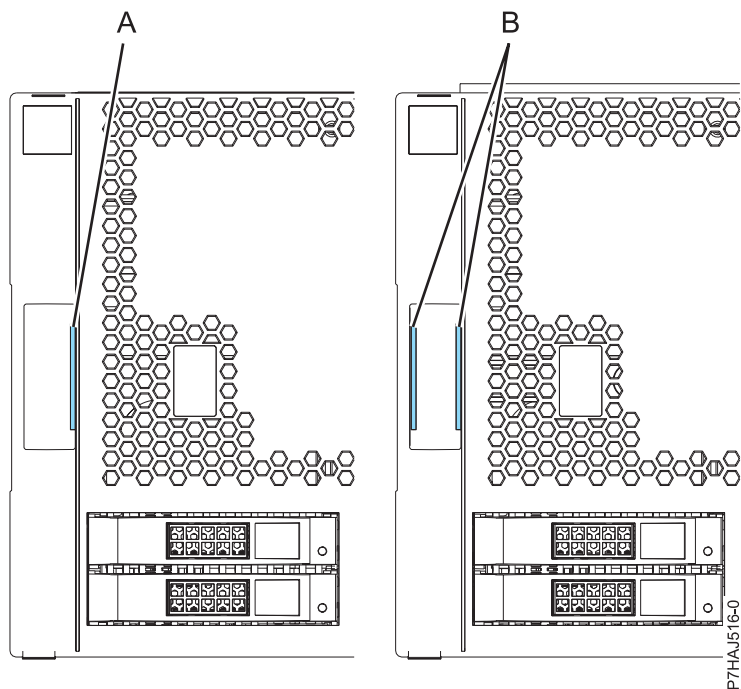

Figure 13. Identification des anciens et des nouveaux capots
Remarque : Les anciens capots (expédiés avant le 1er mars 2011) sont reconnaissables à la bande bleue unique (A) située sur les taquets du capot. Les nouveaux capots (livrés après le 1er mars 2011) possèdent deux bandes bleues (B). Voir figure 13.